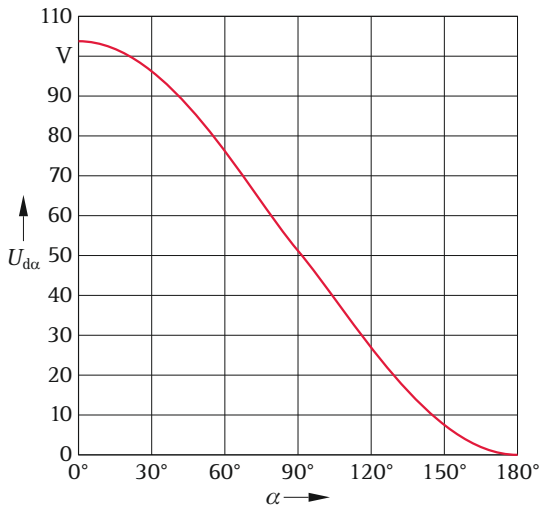

Bild L5.6 $U_{d\alpha} = f(\alpha)$
3. Die Kurve $U_{d\alpha} = f(\alpha)$ zeigt **Bild L5.6**.